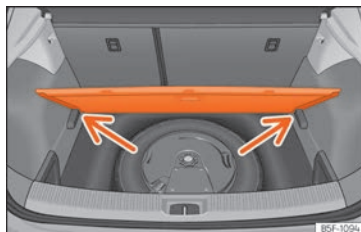

Abb. 146 Gepäckraum: variabler Boden
- Legen Sie den Gepäckraumboden auf die dafür vorgesehenen Aufnahmen »» **Abb. 146** (Pfeile).